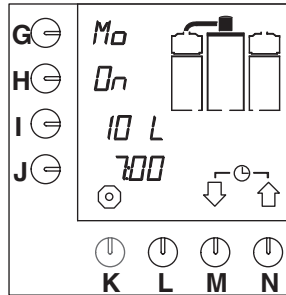

Fig. 13 Machine en attente de démarrage automatique
- L'horloge de l'écran de contrôle commence à clignoter et la machine commencera la filtration au jour et à l'heure programmés. Le mode attente s'affiche sur l'écran de contrôle (fig.13).